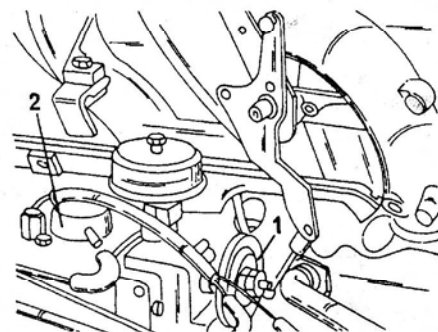

Рис. 111. Вакуумные шланги подсоединяются к штуцерам (1) и (2).
- Отсоединить вакуумные трубопроводы от мембранной коробки системы увеличения оборотов холостого хода, отключить механизм выключения двигателя от вакуумного регулятора (рисунок 111).